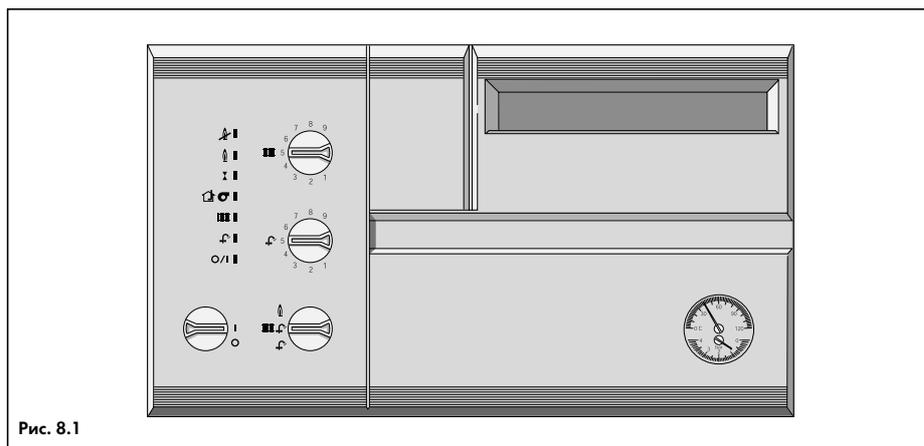
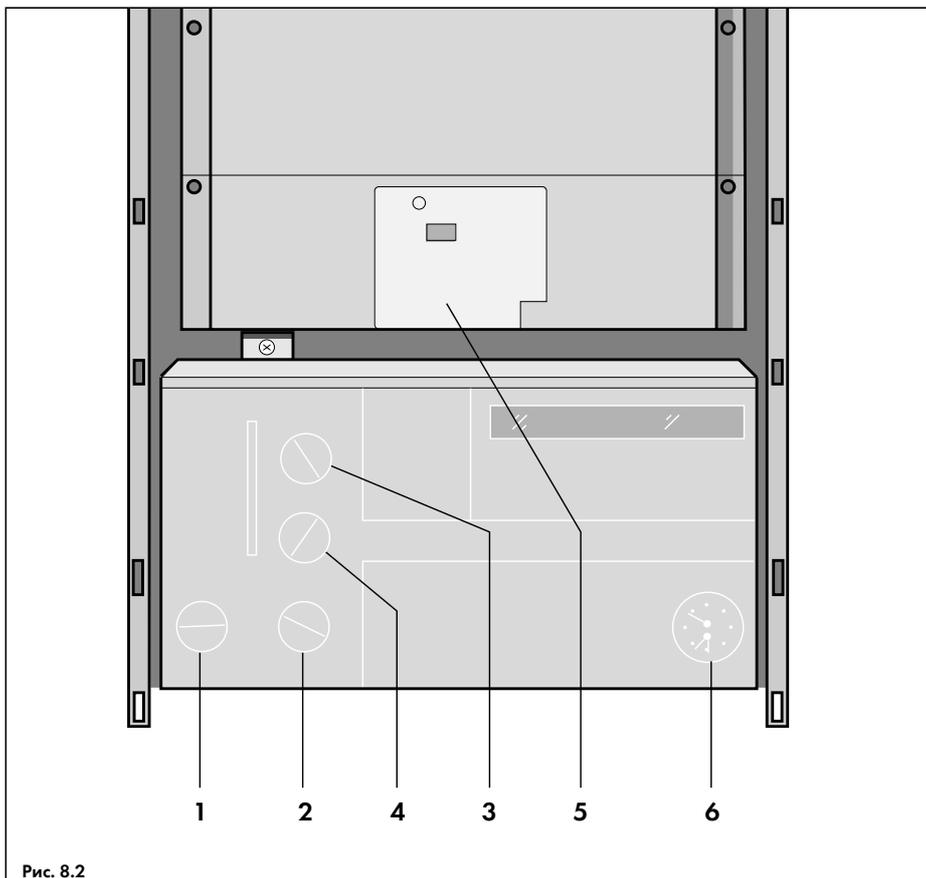

Рис. 8.1
Рис. 8.2
Аппарат имеет систему индикации, которая показывает его рабочее состояние и возникшие при работе неисправности. С ее помощью можно провести проверку функционирования аппарата в режимах отопления и приготовления воды для хозяйственных нужд\* (рис. 8.1).
- Включить главный выключатель котла (1, рис. 8.2), поставив его из положения "выкл" (0) в положение "вкл" (1); При этом должен загореться зеленый СДИ "Сеть вкл/выкл";
- Поставить переключатель режимов работы (2, рис. 8.2) в положение "Отопление и горячая вода" ;
- Обеспечить запрос работы аппарата на отопление, установив регулятор температуры подающей линии (3, рис. 8.2) на "9". В случае, если к аппарату подсоединены внешние регуляторы, обеспечить запрос работы аппарата на них. При этом должен загореться желтый СДИ "Запрос отопления";
**Указание:** Если попытка зажигания оказалась безуспешной, то на панели управления котла загорится красный индикатор "Сбой" (см. рис. 8.1). Как правило, это означает, что нарушена подача газа или же из газопровода не до конца удален воздух. Проверить еще раз подачу газа, после чего переключатель режимов работы (2, рис. 8.2) повернуть в положение "Разблокировать" . Будет предпринята повторная попытка розжига.
- Включить аппарат в любом режиме и закрыть газовый кран на опуске. В течение 10 сек. аппарат должен пытаться разжечь горелку (искровые разряды на электродах розжига можно видеть через смотровое окошко на теплоотражающем щитке (5, рис. 8.2)). По истечении 10 сек. аппарат должен выключиться;
- Открыть газовый кран и снять сбой, для чего переключатель режимов работы (2, рис. 8.2) повернуть в положение "Разблокировать" . Горелка будет разблокирована и аппарат начнет работу.
- Повторно заполнить водой отопительную установку и спустить из нее воздух, как описано в главе 6.4. Систему отопления заполнить до уровня, при котором манометр (6, рис. 8.2) показывает давление на 0,5 бар больше, чем статическое давление воды в системе отопления на уровне установки аппарата, но не менее 1 бар. Статическое давление 1 бар соответствует 10 м высоты системы отопления.
**Указание:** Минимальное давление на манометре (6, рис. 8.2) никогда не должно опускаться ниже значения 1 бар.
- Установить регулятор температуры отопления (3, рис. 8.2) на желаемое значение.
**Указание:** Первые часы эксплуатации аппарата рекомендуется устанавливать регулятор температуры отопления (3, рис. 8.2) на значение не выше "6". При этом имеющиеся в воде соли кальция и магния выпадут в основном внутри трубопроводов системы отопления, не повредив первичный теплообменник и узлы аппарата (насос, переключающий вентиль и пр.).
- Регулятор температуры горячей воды\* (4, рис. 8.2) установить на желаемое значение. При обычных условиях этот регулятор должен устанавливаться на "6".